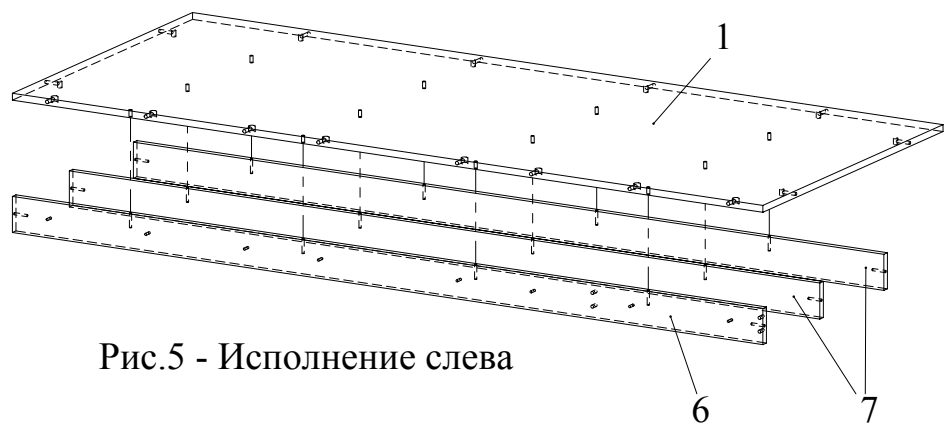
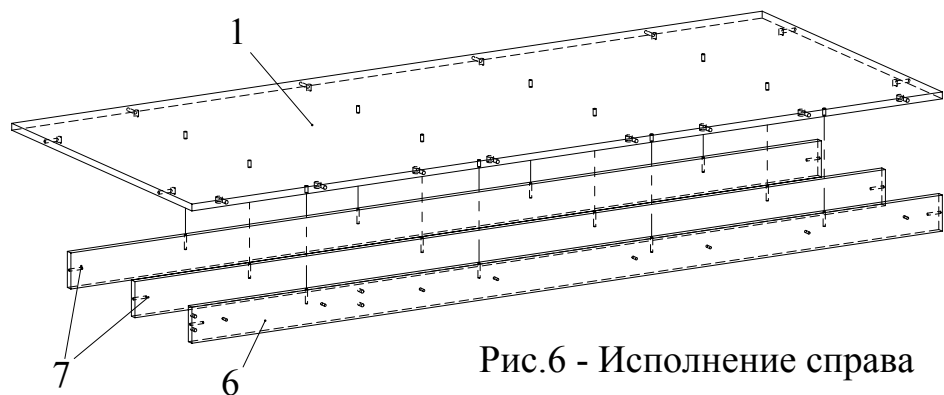

Рис.5 - Исполнение слева
Рис.6 - Исполнение справа
6. Конфирматами 7х50 прикрепить царги 6,7 ко дну 1 (Рис.5, в зеркальном исполнении - Рис.6).